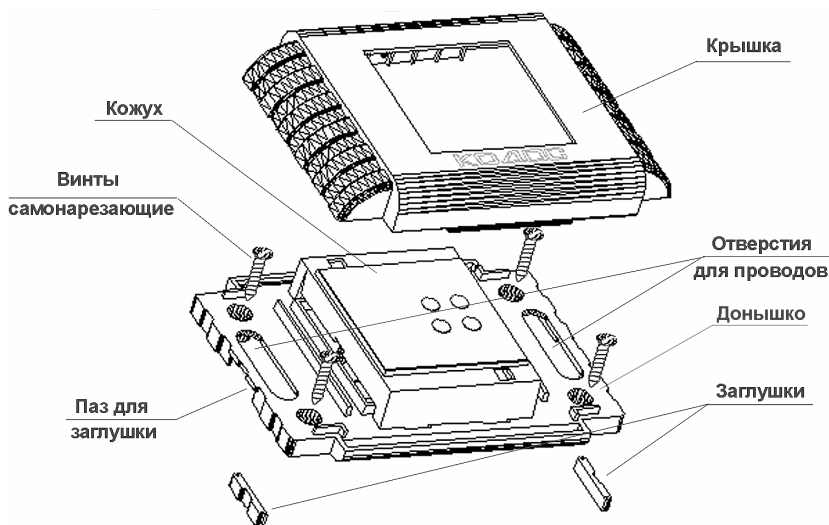

Рисунок 32 – Монтаж сетевого контроллера «КОДОС СК-232»
- г) в случае, если провода подходят сбоку корпуса сетевого контроллера (например, из короба или гофрированного шланга), снять заглушки (рисунок 32);